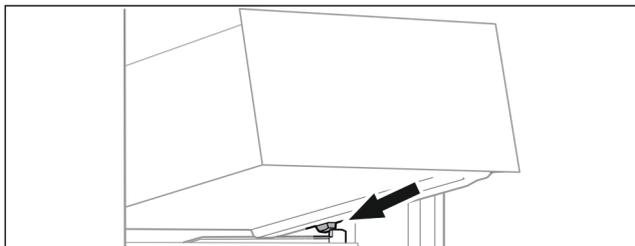

Fig. 63
- ▶ Встановити висувний ящик за стопорами на ребро для резервуару навкоси. (див. Fig. 63)